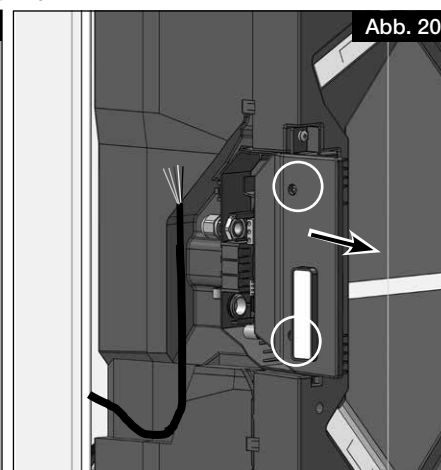

Abb. 20
3. Die zwei Schrauben des Klemmenkastendeckels lösen und den Deckel abnehmen (siehe Abb. 20). Dabei darauf achten, dass das Flachbandkabel der Folientastatur nicht belastet wird.